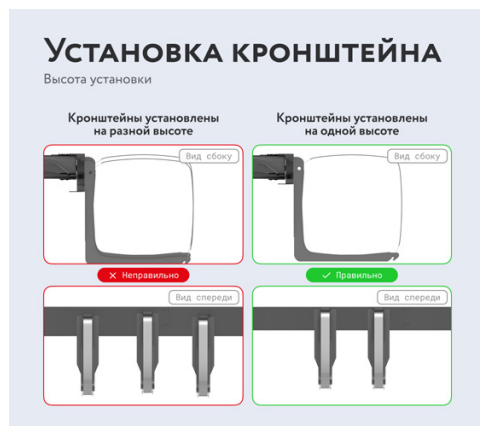

Рис. 1
4.7. Положение кронштейнов (см. Рис. 1, 2)
Перед монтажом бака установите кронштейны на раму автомобиля в соответствии с предоставленной схемой (см. Рис. 1).